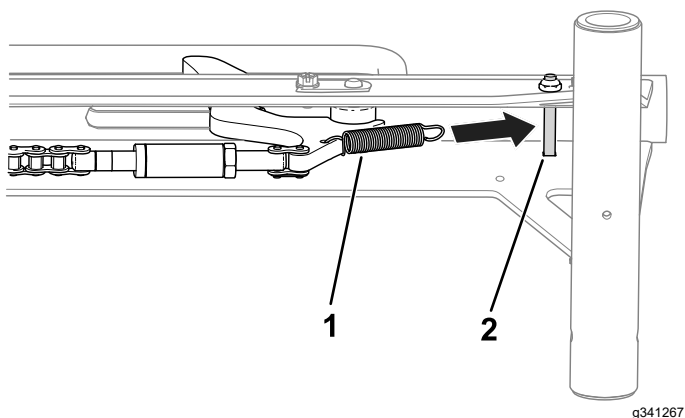

Figura 5
7. Collegate la molla al fermo della ruota e al bullone all'interno del gruppo rotaia (Figura 5).